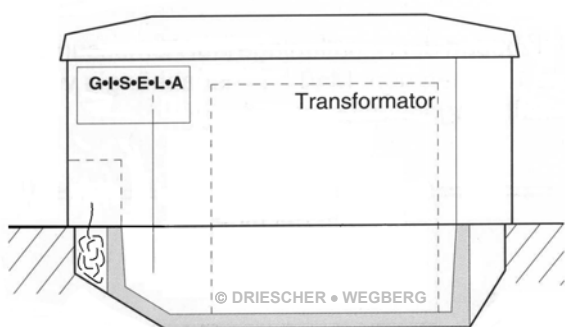
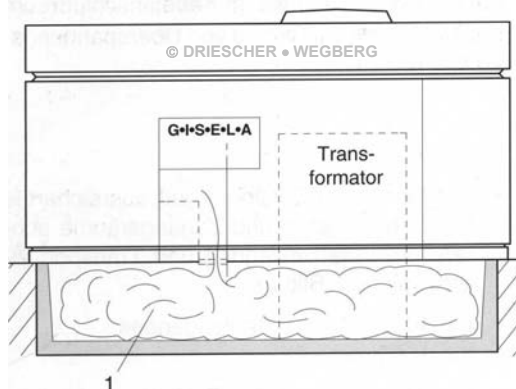
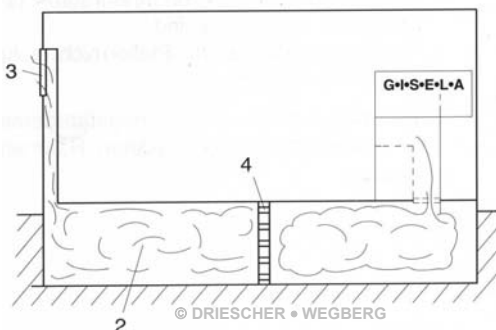

Bild 1 / Imagem 1
Bild 2 / Imagem 2
Bild 3 / Imagem 3
- Bei Kompaktstationen Typ K und KSP Fa. DRIESCHER erfolgt der Druckausgleich ausschließlich im Kabelanschlussbereich (Bild 1). Ansonsten muss bei kompakten und begehbaren Stationen die Druckentlastung in den Kabelkanal (1) [Mindestvolumen ~3 m³] vorgesehen werden (Bild 2).
- Bei vorhandenem Kabelkanal (2) [Mindestvolumen ~1,1m³; Mindestquerschnitt – 0,25m² mit Öffnung (3) nach außen], diesen als Druckentlastungsraum nutzen.
- Durch Einbau von zwei Lagen Streckmetall (4) werden die Lichtbogengase zusätzlich gekühlt und der Austritt von heißen Gasen gemindert (Bild 3).